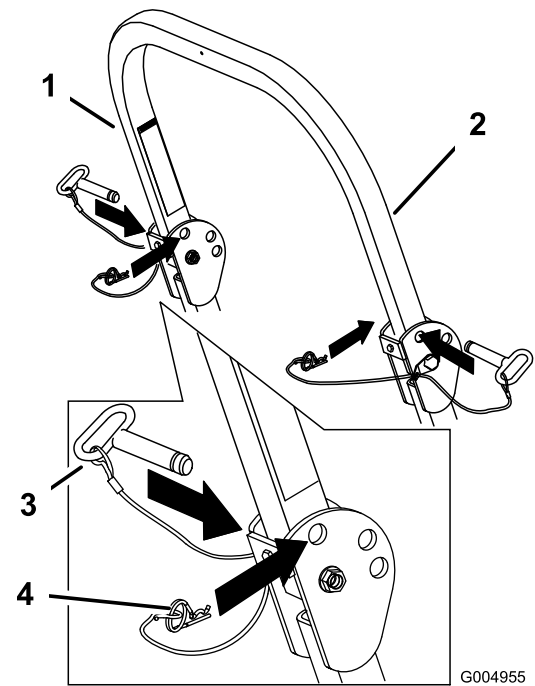

Figura 9
1. Retire os contrapinos e retire os 2 pinos (Figura 9).
3. Instale os 2 pinos e fixe-os com os contrapinos (Figura 9).
4. Para levantar a barra de segurança, retire o contrapino e retire os 2 pinos (Figura 9).
5. Levante a barra de segurança na vertical, instale os dois pinos e fixe-os com os contrapinos (Figura 9).